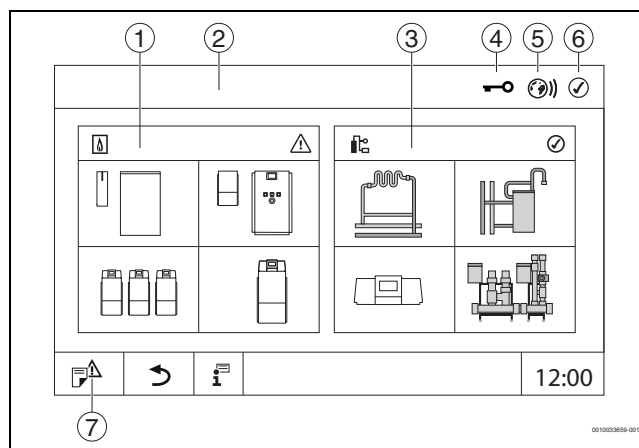

Fig. 3 Prezentare generală a sistemului (exemplu)
- ▶ Apăsați **Instalație** (→ Fig. 3, [3], pagina 6).